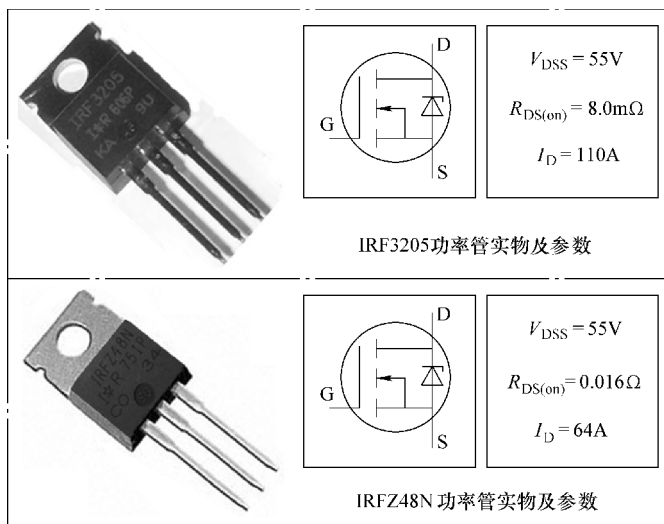

图 12-6 两种可互换功率管参考对比
2) 功率管 IRF3205 可采用 IRFZ48N 代换。两者参数对比如图 12-6 所示, 供维修检测代换时参考。